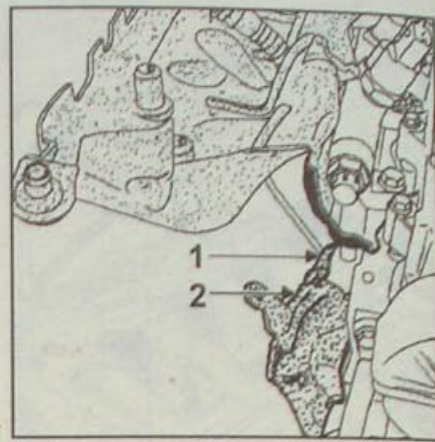

Рис. 4.66. Место установки нижней петли (1) и закругленной резиновой части перегородки (2)
- закрепите нижнюю петлю (1, рис. 4.66);